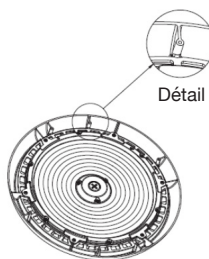

Fig. 18
1. Retirer les 4 vis préinstallées sur le luminaire High Bay. (Fig. 18)